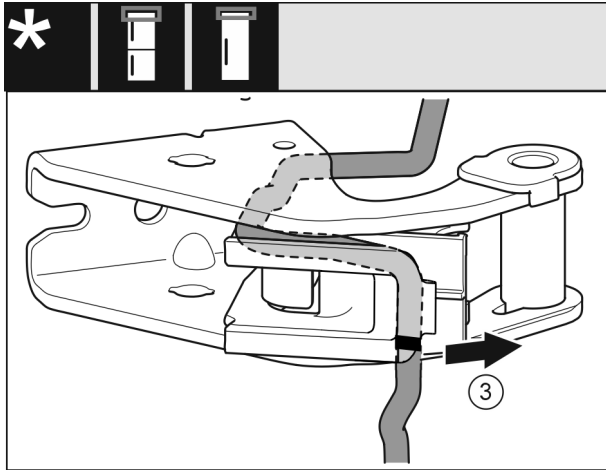

Fig. 27
- Démonter du support de palier le câble avec le support de câble. Fig. 27 (3)